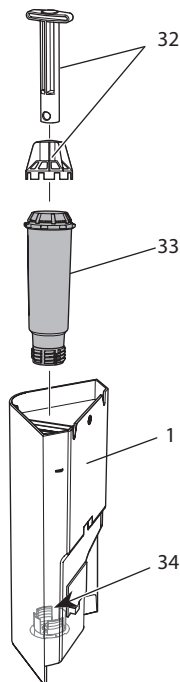

Рис. 18: Завинчивание и отвинчивание фильтра для воды
7. Вставьте новый фильтр в контейнер для воды (см. *Рис. 18*).
2. Извлеките фильтр для воды (см. *Рис. 18*).